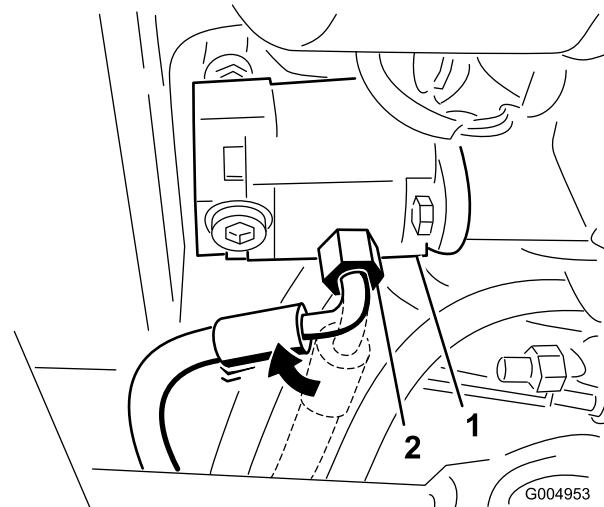

Bild 103
25. Lockern Sie das Anschlussstück des Druckschlauchs an der Pumpe und drehen das Anschlussstück um 45 Grad zur Vorderseite der Maschine (Bild 103).
Hinweis: Bild 103 zeigt Ansicht von der Unterseite der Zugmaschine aus.